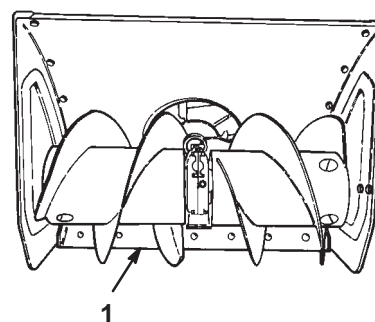

Figure 9
2. Placez la déneigeuse sur une surface plane et horizontale et vérifiez si la lame racleuse (Fig. 9) est bien parallèle au sol. Si ce n'est pas le cas, ajustez la position de la lame racleuse, comme expliqué à la rubrique Réglage des patins et de la lame racleuse, page 22.